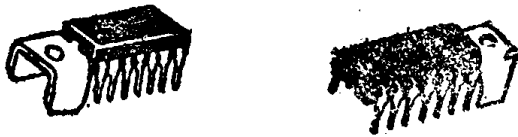

图3 散热板安装位置不同的集成电路
还有双列14脚附散热片封装，单声道音频功率放大电路AN7114与AN7115，它与LA4100、LA4102封装型式基本相同，所不同的是AN7114的散热片安装在引脚第⑦、⑧脚的一边，而LA4100的散热片是安装在引脚的第①、⑭脚一边，其内部电路和电参数等均相同，如果AN7114与LA4100散热片安装位置相同代换时，则前者的第①～⑦脚对应于LA4100第⑧～⑭脚，而AN7114的第⑧～⑭脚对应于LA4100第①～⑦脚正好相差180°散热片互为180°安装代换时，则两者引脚可兼容，见图3。